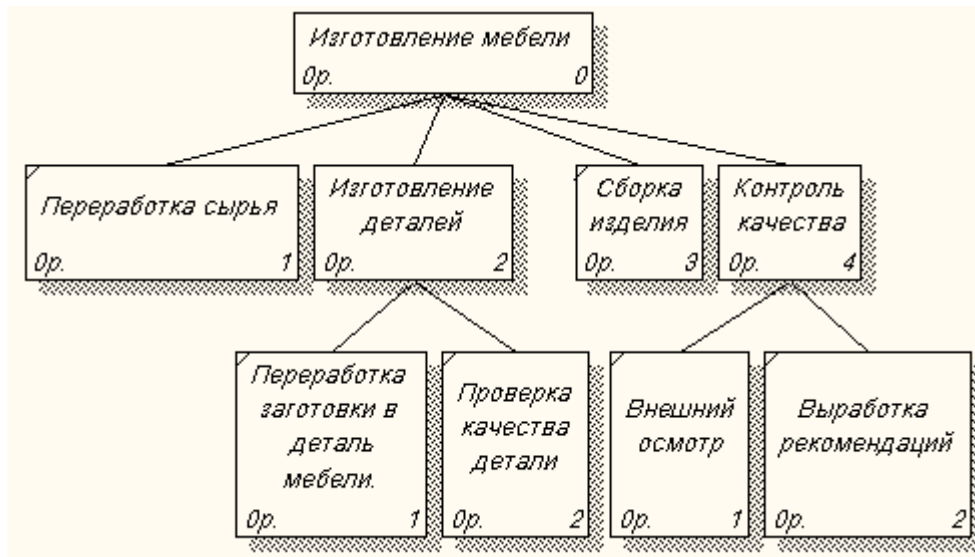

Рис. 4.8. Дерево узлов
- Щелкните по кнопке **ОК** и проверьте полученный результат (рис. 4.8.).